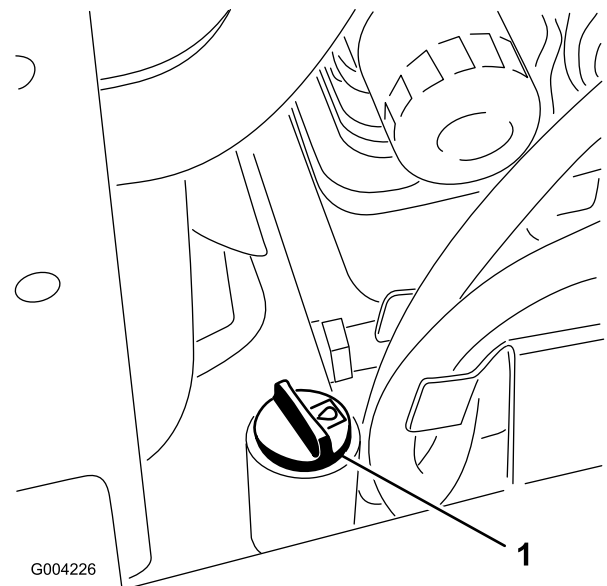

Figura 59
5. Pulite la zona intorno al collo del bocchettone del serbatoio idraulico (Figura 59).